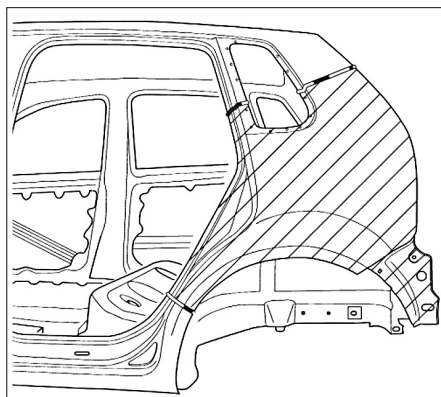

FIG. 107
- Couper et dépointer comme illustré l'aile arrière neuve (Fig.107).